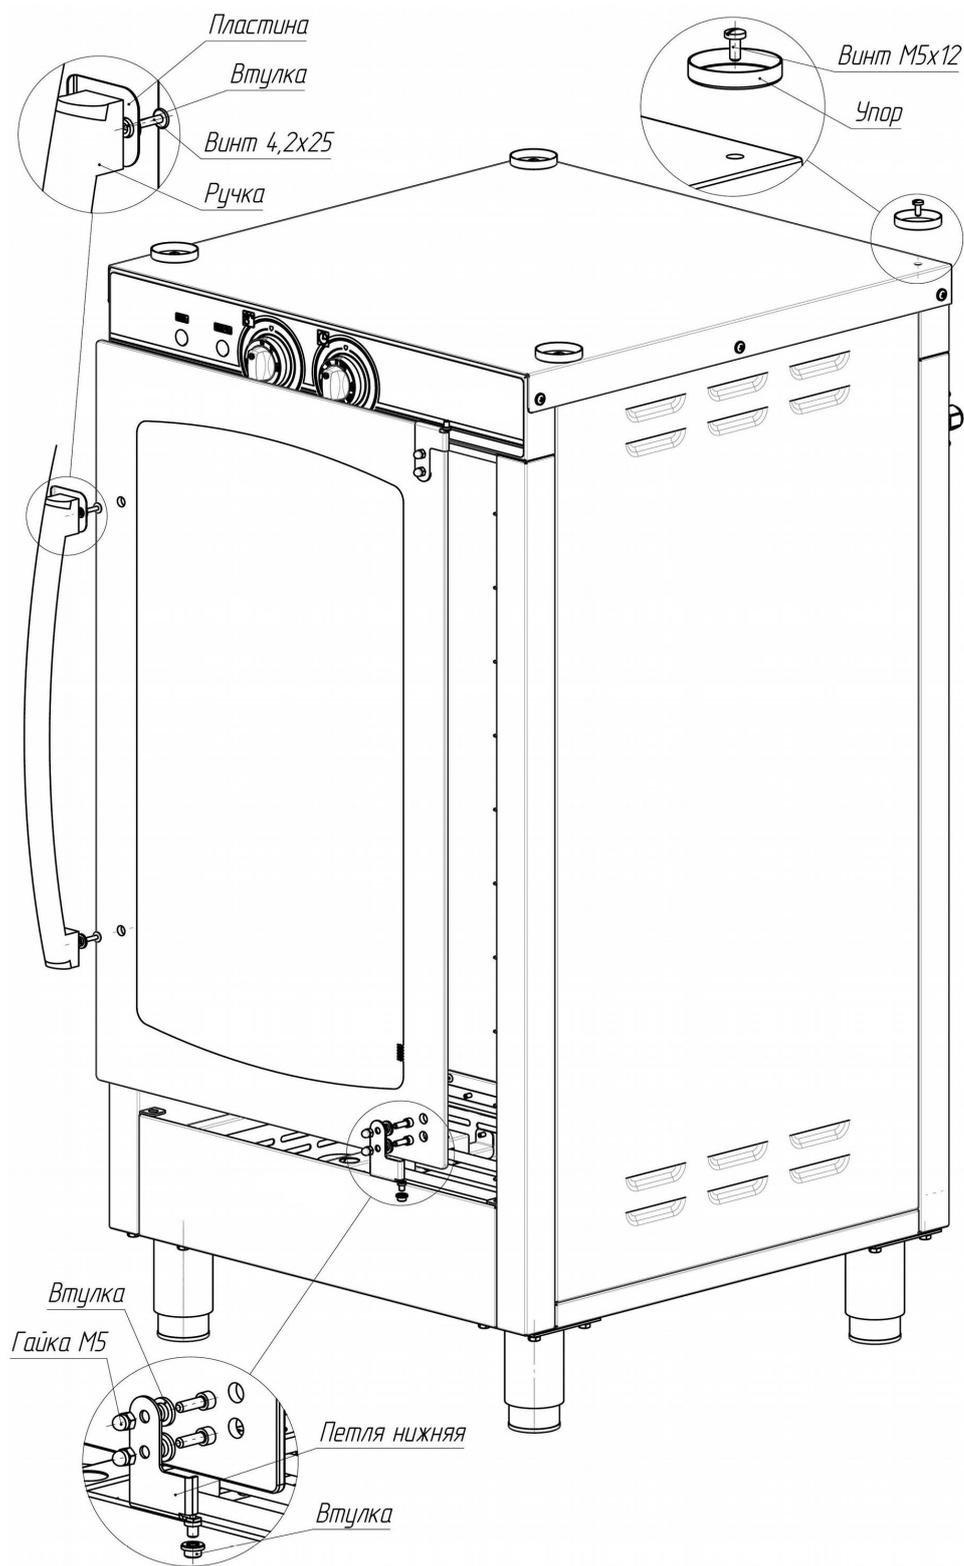

Рис. 3
3.5. Схема сборки шкафа показана на примере ШРЭ-10-1 А и представлена на рис. 3.
3.11. Для установки и надежной фиксации конвекционной на верхнюю крышку шкафов необходимо установить упоры (Рис. 3).